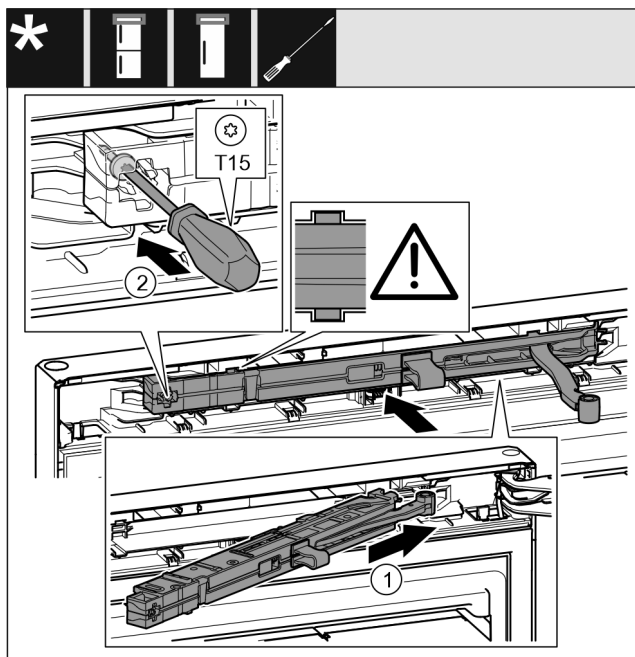

Fig. 20
- ▶ Shtyni pjerrtas deri në fund brenda në folë njësine e amortizatorit të mbylljes, në anën e bazamentit mbështetës. *Fig. 20 (1)*
- ▶ Mbërtheni fort vidën me një kaçavidë T15. *Fig. 20 (2)*